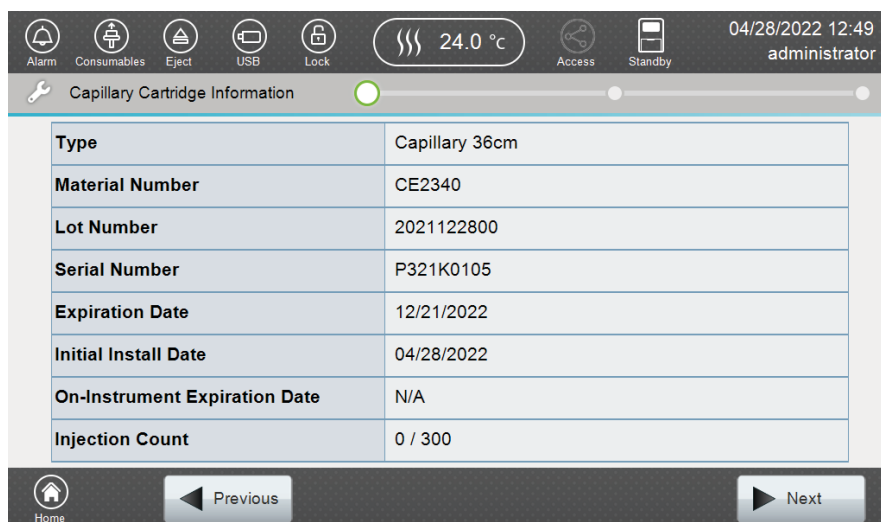

図 32 Capillary Cartridge Information 画面
3. バーコードスキャナーでキャピラリーカートリッジのバーコードを読み込んでください。取り付けたキャピラリーカートリッジの情報が Capillary Cartridge Information の画面（図 32）に表示されます。